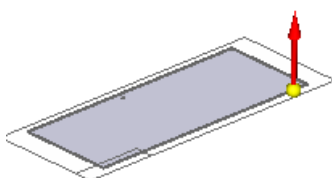

图 8.13.267 定义移除方向
③ 单击“主页”操控板中的“关闭草图”按钮 ，退出草图绘制环境。
(3) 定义法向除料特征属性。在命令条中单击“厚度剪切”按钮 和“全部穿透”按钮 ，并将移除方向调整至指向材料的方向，如图 8.13.267 所示。
(4) 单击 按钮，完成特征的创建。